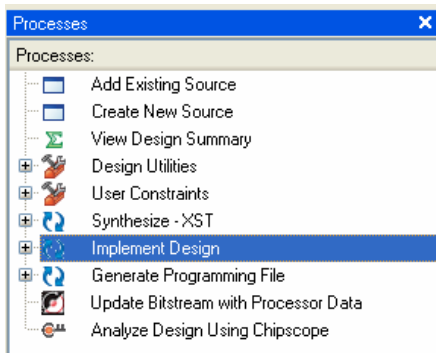

Figura 1-11. Ventana de Procesos que aparece al marcar la fuente.
- 2 En la ventana de Procesos, hacemos doble-click en **Implement Design** (Figura 1-11)